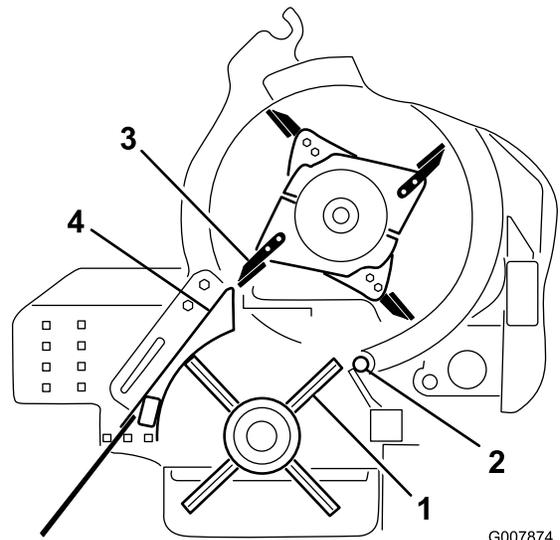

Bild 61
4. Drehen Sie die Bürstenscheibe, bis eine Bürstenreihe mit der sich drehenden Kante ausgefluchtet ist (Bild 61).
5. Drehen Sie den Zerkleinerer, bis eine Messerspitze mit der Außenseite des Bürstengehäuses ausgefluchtet ist (Bild 61).